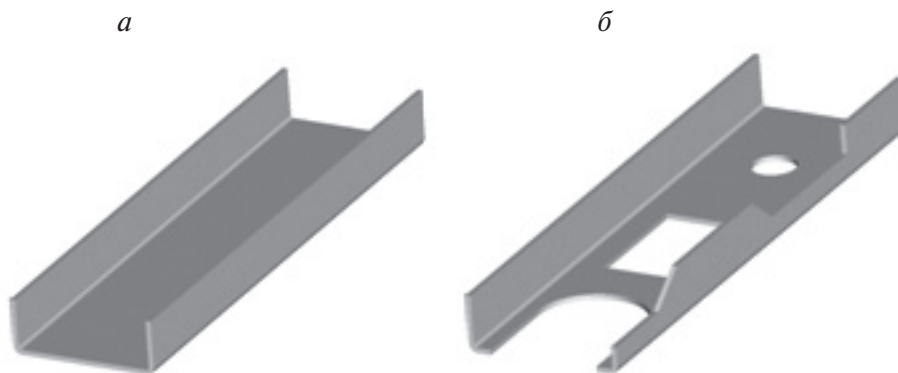

Рис. 4.13. Создание базовой заготовки (*а*) и окончательный вид модели (*б*)
- **базовые** операции формируют некую черновую «заготовку» будущей трехмерной модели (пример — рис. 4.13, *а*);
- **конструктивные** операции, доводящие форму модели до конечного результата (пример — рис. 4.13, *б*). Как правило, это такие операции, как отверстия, скругления, проточки, пазы и т. д. Конструктивные операции базируются на базовых операциях и без них невозможны.